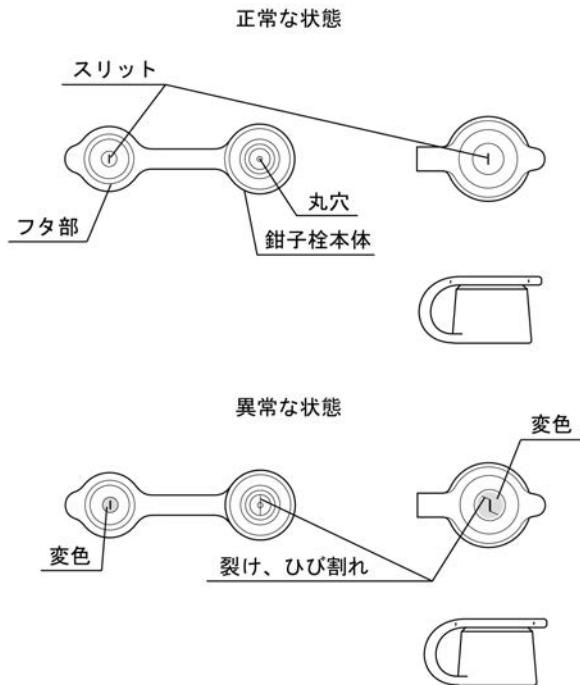

図3
13. 鉗子栓のフタ部のスリットまたは鉗子栓本体の丸穴に裂け、ひび割れ、変形、変色などの異常がないことを目視で確認すること(図3参照)。